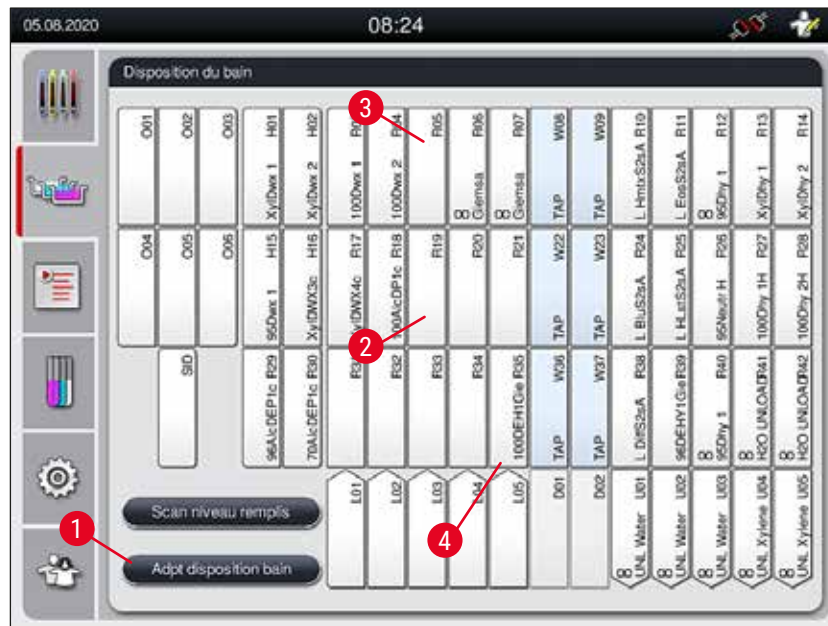

Fig. 61
1. Dans l'affichage de la disposition du bain (→ "Fig. 61"), appuyer sur la touche **Adpt disposition bain** (→ "Fig. 61-1").
1. Pour déplacer les stations de réactifs, les sélectionner une par une dans la disposition du bain (→ "Fig. 61") en effleurant l'écran, puis tapoter sur une position libre du presse-papiers (→ "Fig. 64-1").